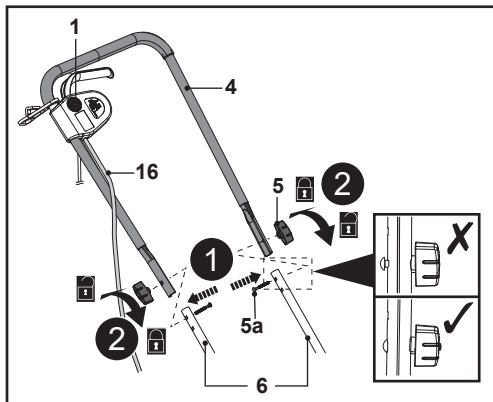

Fig. 4
- Faire passer les boulons de fixation (5a) dans les trous de montage jusqu'au bout (Fig. 4, étape 1).
- Fixer le guidon supérieur (4) au guidon inférieur (6) en tournant les boutons de verrouillage (5) dans le sens horaire sur le filetage des boulons de montage (5a) pour les serrer (Fig. 4, étape 2).
- S'assurer que le cordon de commande (16) passe sur le côté supérieur du guidon supérieur (4) et sur le guidon inférieur (6).